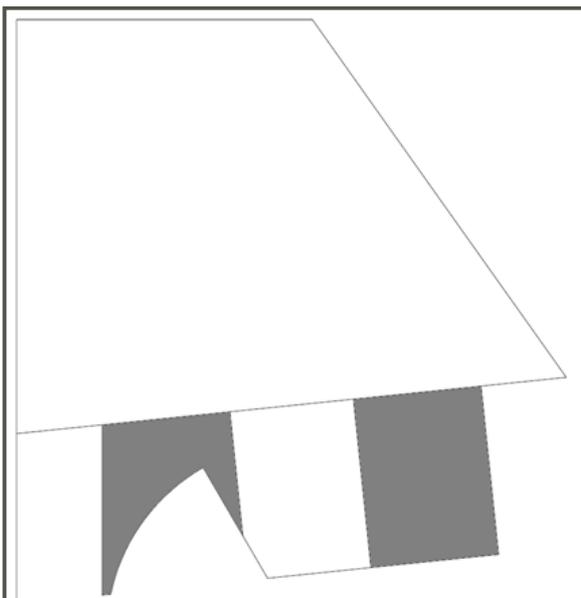

Figura 14 - Verticale Riferimento smussatura stabilizzatore
- Anche in questo caso, utilizzando carta vetrata applicata su un blocco di levigatura piatto, levigare gli smussi nella parte anteriore e posteriore dello stabilizzatore verticale (A3) nelle aree contrassegnate in grigio nella Figura 14. Levigare uniformemente su entrambi i lati cercando di assottigliare la parte anteriore e posteriore ad un profilo abbastanza stretto (meno di 1/2 mm).